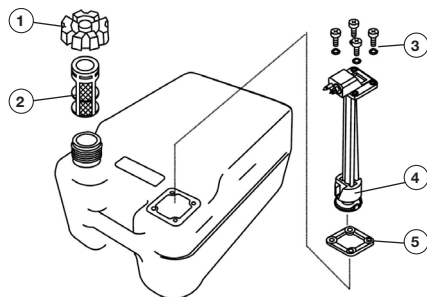

Рис. 54 Обслуживание внешнего топливного бака
1. Открутите крышку 1 топливного бака и извлеките из горловины бака сетчатый фильтр 2 (Рис. 54).
5. Открутите винты 3 крепления топливозаборника и извлеките топливозаборник 4 из бака (Рис. 54).
7. Установите между топливозаборником и топливным баком новую прокладку 5 (Рис. 54).